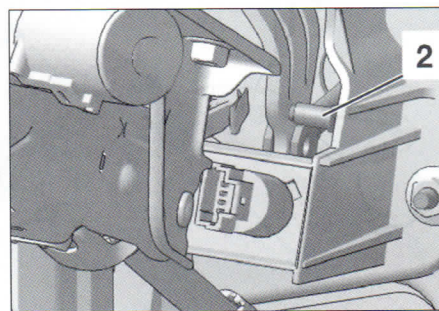

FIG. 2
- el eje (2) del mando de los frenos (fig. 2).